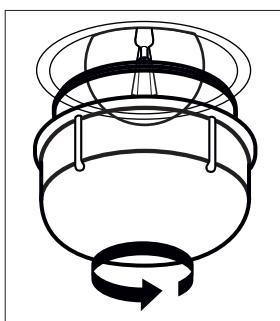

Figure 57
2. Retirez la protection en verre en la tournant dans le sens antihoraire. (Voir Fig. 57) L'utilisation de gants en plastique peut vous aider si vous avez des difficultés à la faire tourner.